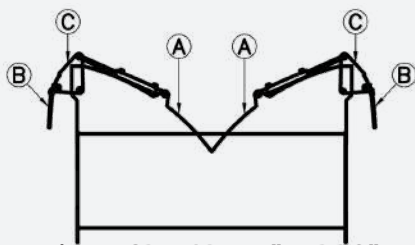

Fig. 2 - SPIT GREEN "HYDRO"
- lo SPIT GREEN "HYDRO" (Fig. 2) con scarico laterale (dx e sx) con regolazione idraulica con 2 convogliatori laterali (A) + 2 regolatori (B) + 2 prolunghe (C)
- le SPIT GREEN "HYDRO" (Fig. 2) avec évacuation latérale (à droite et à gauche) avec réglage hydraulique par 2 guides latéraux (A) + 2 régulateurs (B) + 2 rallonges (C)
- the SPIT GREEN "HYDRO" (Fig. 2) with download on the right and on the left side with hydraulic adjustment by 2 lateral guides (A) + 2 regulators (B) + 2 extensions (C)
- SPIT GREEN "HYDRO" (Fig. 2) mit seitlicher Ausladung (rechts und links) mit hydraulischer Verstellung mit 2 seitlichen Fördergeräten (A) + 2 Regler (B) + 2 Verlängerungen (C)
- el SPIT GREEN "HYDRO" (Fig. 2) con descarga lateral (a la dcha. y a la izda.) con ajuste hidráulico con 2 transportadores laterales (A) + 2 reguladores (B) + 2 prolongadores (C)